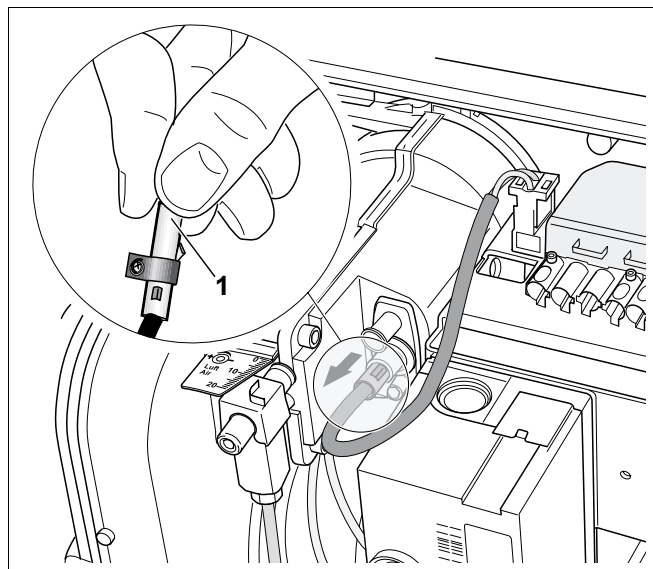

Рис. 21 Проверка работы датчика пламени
- При работающей горелке вынуть датчик пламени, взяв его за предусмотренную для этого ручку (рис. 21).
- Перекрыть датчик пламени (рис. 21, поз. 1). После повторного запуска должно произойти отключение из-за неисправности.